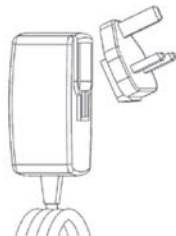

Рисунок 3 – Блок питания
- Зарядное устройство поставляется вместе с комплектом переходников для использования в различных странах (рис. 3).